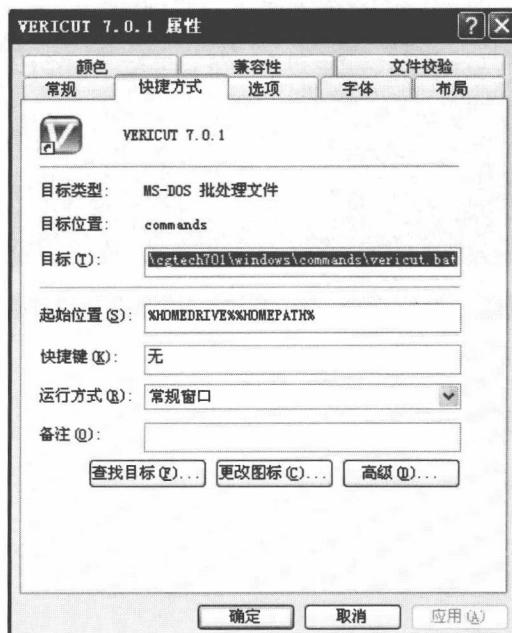

图 1-13 查找安装界面
① 点击桌面 VERICUT7.01 图标，点击“属性”出现图 1-13 所示画面。